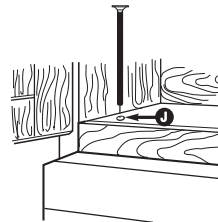

Ilustración 33
3. A continuación, insertar un tornillo a través de cada agujero en la parte inferior del armario superior. Consultar Ilustración 33.